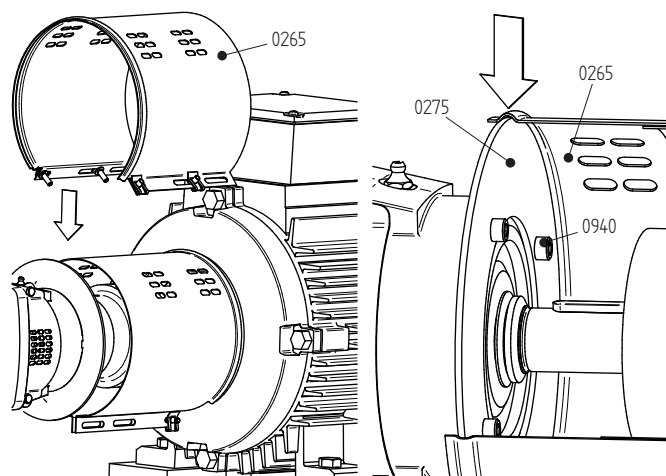

Figure 13: Installation de l'enveloppe côté pompe.
- 5 Dévissez les boulons (0940) et déposez la plaque d'assemblage (0275) du couvercle de palier (2115). Voir figure 13.
- 3 Fixez la plaque d'assemblage (0275) sur le corps de palier (0010) avec les boulons (0940). Voir figure 13.